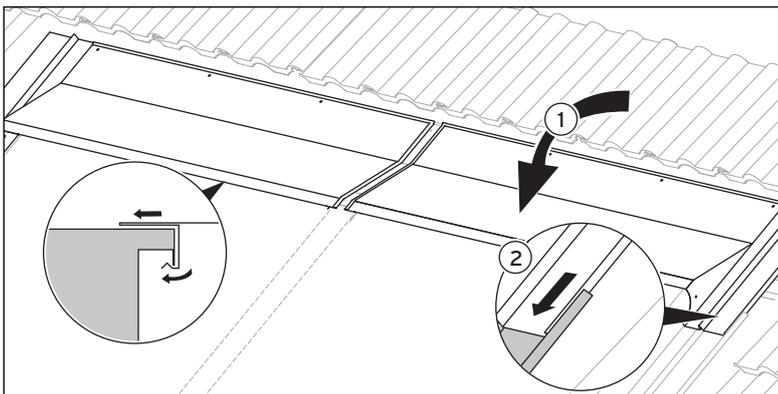

Abb. 5.26 Firstbleche anbringen
- Befestigen Sie alle Firstbleche mit den Schrauben Nr. 1 (→ **Tab. 5.2/5.4**) mittels Torx-Bit an den Dachlatten (1).
- Befestigen Sie alle oberen Firstblech-Verbinder (2) mit zwei Schrauben Nr. 4 (→ **Tab. 5.2/5.4, Pos. (3) in Abb. 5.26**, und einer Schraube Nr. 1 (→ **Tab. 5.2/5.4, Pos. (4) in Abb. 5.26**, mittels Torx-Bit über dem Firstblechstoß.